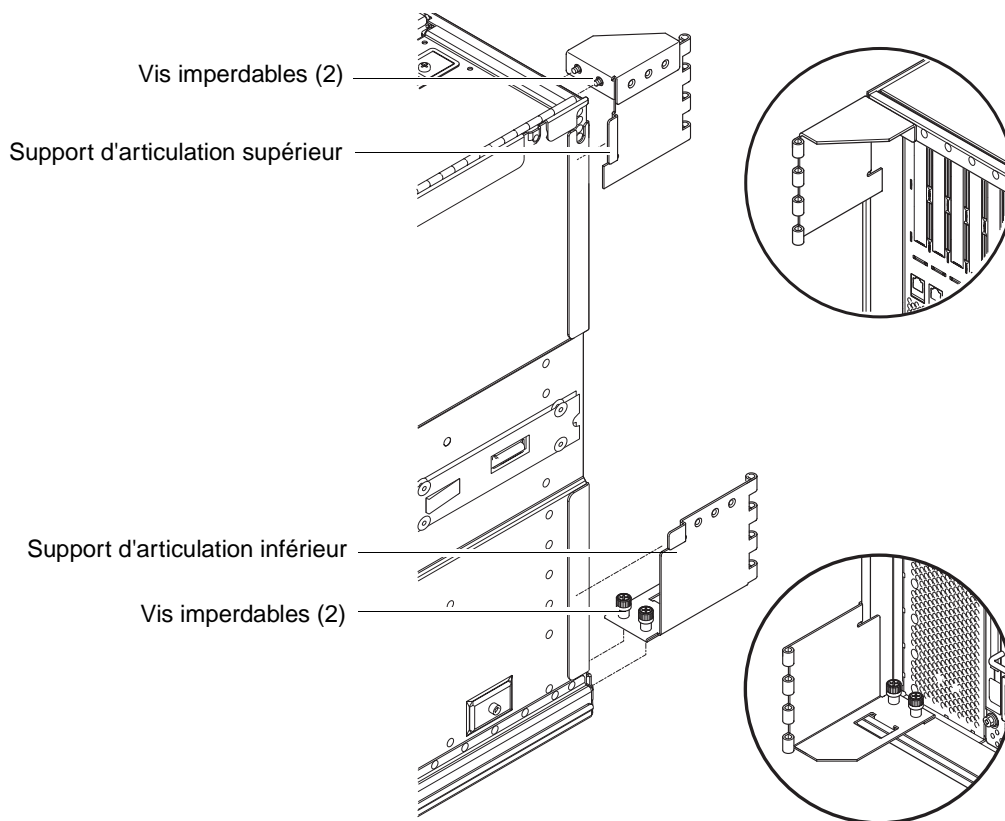

FIGURE 1-15 Installation des supports d'articulation inférieur et supérieur
2. Retirez la goupille du support d'articulation inférieur du bras de gestion des câbles d'alimentation (FIGURE 1-15).
3. Fixez le support d'articulation supérieur au système, à l'aide de deux vis imperdables (FIGURE 1-15).
4. Fixez le support d'articulation inférieur, à l'aide de deux vis imperdables (FIGURE 1-15).